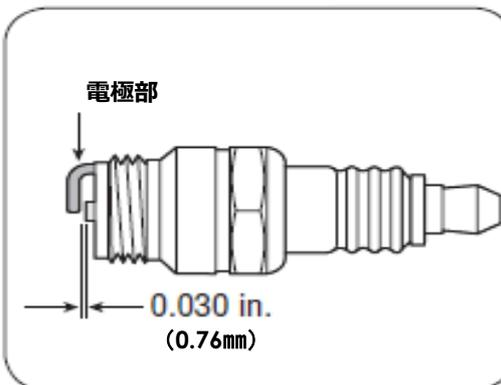

図8-4
3. ワイヤー隙間ゲージなどで電極間をチェックし必要な場合設定します。(0.030in 0.76mm) (図8-4参照)